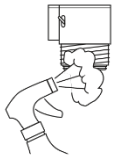

Bild 6: Gewinde einsprühen
- Tragen Sie nun das Desinfektionsmittel auf sämtliche Flächen des Gewindekopfes auf, die innerhalb des Zylinders liegen. Achten Sie besonders darauf, dass das Gewinde und die Dichtringauflage komplett benetzt sind (**Bild 6**).